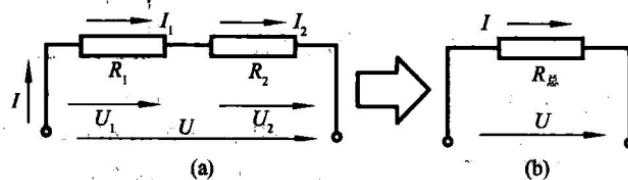

图 1-6 串联电路的性质
(1) 电阻的串联 两个或两个以上的电阻依次相连，中间无分支的连接方式叫电阻的串联。如图 1-6 所示就是两个电阻的串联，图 b 是图 a 的等效图。